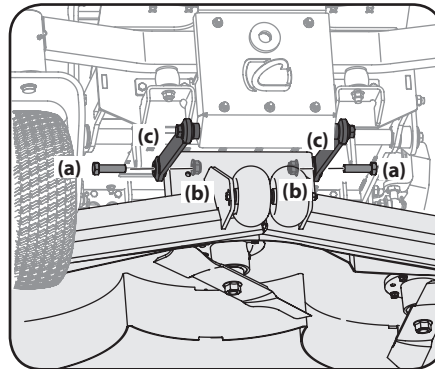

Figure 4-14
6. Retirez les boulons hexagonaux (a) et les écrous autobloquants à bride (b) qui fixent les tiges de commande (c) au plateau de coupe. Voir Figure 4-14.